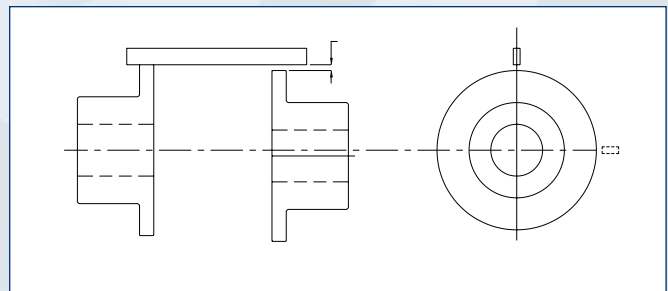
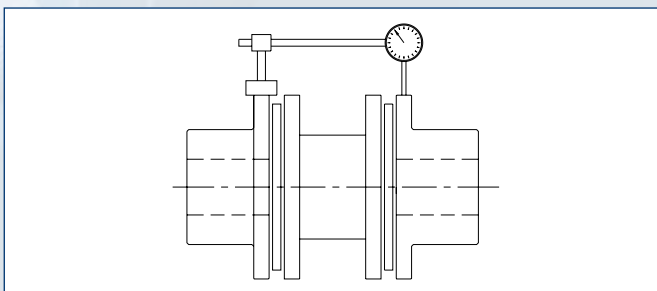

Abb. 6 / Fig. 6
Abb. 7 / Fig. 7
1. Die erste parallele Ausrichtung kann überprüft werden, indem man ein Lineal über den Nabenflansch (Abb. 6, Seite 60) verwendet, um den ungefähren Abstand ( $r$ ) – wie in Tabelle 4 dargestellt – zu messen. Eine präzisere Messmethode ist die Verwendung einer Messuhr, wobei die parallele Verschiebung an mindestens zwei Stellen, die 90° voneinander entfernt sind, bei rotierender Nabe gemessen wird. Dies ist in Abbildung 7, Seite 60 dargestellt.
1. Initial parallel alignment can be checked by using a straight-edge across the hub flanges (per Fig. 6, page 60) to measure the approx. distance ( $r$ ) as shown in Table 4. A more precise method is using the dial indicator whereby the parallel off-set is measured in at least two places 90 degrees apart while rotating one hub. This is shown in Fig. 7, page 60.